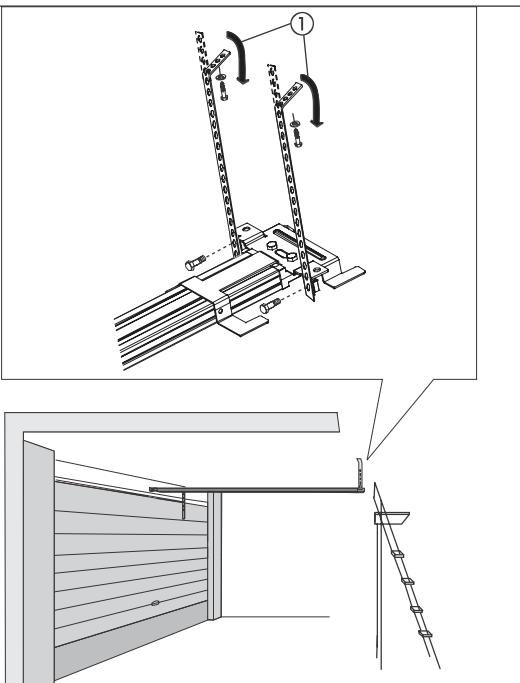

Fig. 14
- 11) Monteer de beugels op de bevestiging aan de achterkant en zet de geleiderail weer terug (Fig. 14).